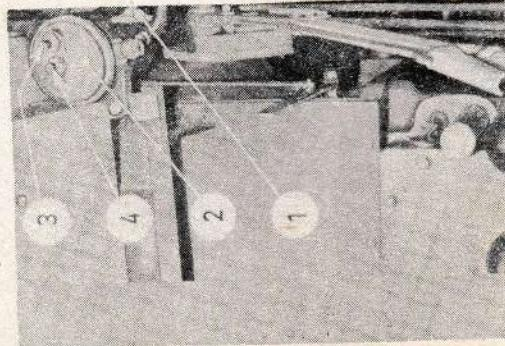

Bild 20
#### 5.112 KRAFTSTOFFLEITUNGEN UND FILTER (Bild 20)
Dann wird die Spannmutter (4) gelöst, der Deckel abgenommen und das Filzrohr-Filter herausgenommen. Es wird mit dem beim Werkzeug mitgegebenen Reinigungsgerät (Bild 20 a) verschlossen in Diesekraftstoff getaucht und mit dem Mund oder mit Preßluft durchgeblasen. Dabei bilden sich am Filzrohr Luftblasen. Derart mit den Blasen ausgetretene Schmutz ist abzupinseln. Dieser Reinigungsvorgang ist so oft zu wiederholen, bis die Reinigungsflüssigkeit sauber bleibt.